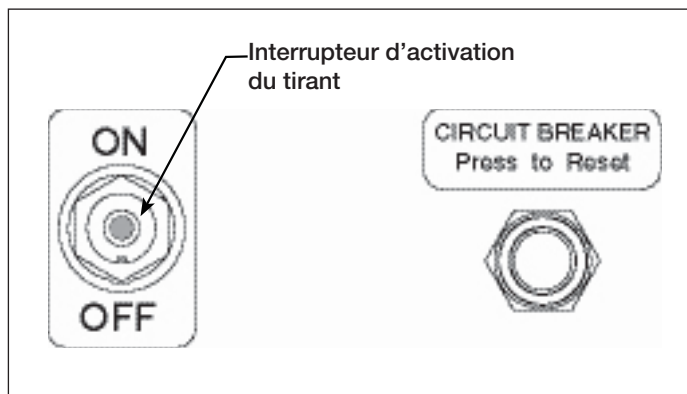

Figure 6, panneau de commande de la pompe
5.1 Interrupteur marche / arrêt de la pompe (Voir figure 6)
4. Brancher l'unité à l'alimentation. Mettre l'interrupteur d'activation de la pompe sur la position ON. Voir la figure 6.